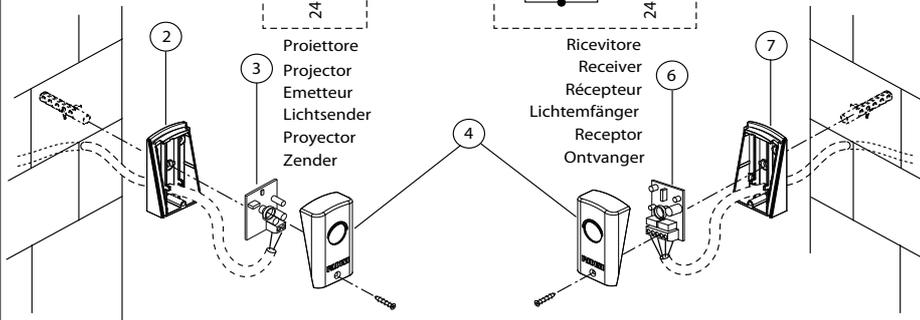
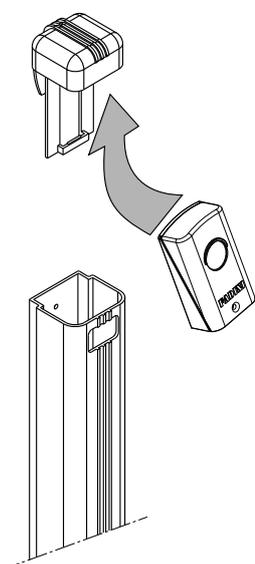
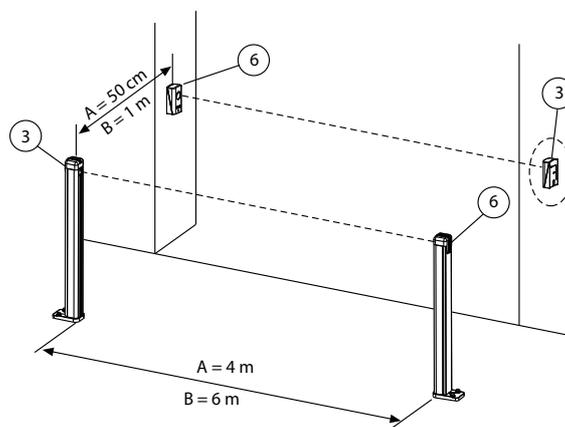

Fig. 2
Fig. 3
Fig. 4
La fotocellula **Trifo 11** è un dispositivo di sicurezza che consente l'arresto o l'inversione del movimento di un ingresso automatizzato quando viene interrotto il fascio di luce infrarossa emesso da un proiettore (3) e da un ricevitore (6). È presente nel ricevitore (6) un led rosso interno che si accende quando è interposto un ostacolo che interrompe il fascio di luce emesso, oppure nel caso le fotocellule non siano allineate tra loro. **Fissaggio a parete della trifo 11 (fig. 2):** si devono mettere a nudo i contenitori (2) e (7), poiché dietro le schede del ricevitore (6) e del proiettore (3) c'è il foro di fissaggio mediante tassello a muro, il quale funge anche da indicatore di allineamento per entrambi i componenti: come prima operazione svitare la vite di fissaggio (5) e togliere il coperchio (4), poi estrarre la scheda (3) allargando le due linguette laterali del fondo contenitore (2). **Fissaggio su colonnetta (fig. 3 e fig. 4):** le colonnette (8) in alluminio anodizzato sono fornite ad una altezza da terra prefissata, da installarsi tramite un cono di espansione (9) allo zoccolo di base (10) con la vite (11), quindi il tutto va ancorato a pavimento con i tasselli (12). L'estremità superiore della colonnetta (8) è munita di coperchio di custodia (1), all'interno del quale va agganciato il gruppo proiettore (3) o il gruppo ricevitore (6) (fig. 3), che verranno definitivamente fissati alla colonnetta (8) dalla vite (14). I cavi elettrici di alimentazione devono essere inseriti nei fori dei contenitori (2) e (7) prima del loro fissaggio. Per allineare il proiettore (3) e il ricevitore (6) bisogna fissarli alla stessa altezza uno di fronte all'altro ad una distanza di non oltre 6 metri. Per due coppie di fotocellule (fig. 4), una di fianco all'altra, è necessario installare a fianco del proiettore (3) di una coppia il ricevitore (6) dell'altra coppia: per distanze tra proiettore (3) e ricevitore (6) fino ai 4 metri l'altra coppia deve scostarsi di 50 cm; oltre i 4 metri lo scostamento tra le due coppie deve aumentare in proporzione (dagli 80 - 100 cm e oltre). (*) la distanza diminuisce in presenza di nebbia, pioggia o polveri.
La photocellule **Trifo 11** est un dispositif électronique de sécurité qui permet l'arrêt ou l'inversion du mouvement du portail automatique lorsque le faisceau de lumière, émis par un émetteur (3) et par un récepteur (6), est interrompu par un obstacle. Dans le récepteur (6), une led rouge interne s'allume lorsque le faisceau est interrompu ou dans le cas les photocellules ne sont pas bien alignées. **Fixation murale de la cellule Trifo 11 (Fig. 2):** il faut mettre à nu le boîtier (2) et (7), en retirant les cartes (6) et (3) car la fixation des boîtiers de l'émetteur et du récepteur se fait par un trou de fixation au moyen d'une cheville au mur qui sert d'indication pour l'alignement pour les deux composants; la première opération à faire est dévisser la vis de fixation (5) et enlever le couvercle (4), puis tirer la carte (3) en écartant les deux entailles dans le fond du boîtier (2). **Fixation sur potelet (Fig. 3 et 4):** les potelets (8) en aluminium anodisé sont fournis avec la même hauteur. Ils sont à installer au moyen d'un cône d'expansion (9) à la base (10) au moyen d'une vis (11), pour la fixation au sol avec des chevilles (12). L'extrémité supérieure du potelet (8) est fourni avec le couvercle (1) où à l'intérieur on va clipser l'émetteur (3) ou le récepteur (6) (Fig. 3) qui doivent être ensuite fixés au potelet (8) au moyen de la vis (14). Les câbles électriques doivent être introduits dans les trous des boîtiers (2) et (3) avant la fixation. Pour aligner l'émetteur (3) et le récepteur (6), il faut les fixer à la même hauteur, un en face à l'autre, à une distance de 6 mètres maximum. Si on installe deux paires de photocellules (fig. 4), une à côté de l'autre, il faut croiser les émetteurs (3) et les récepteurs (6). Pour une distance entre l'émetteur (3) et le récepteur (6) jusqu'à 4 mètres (A), l'autre paire doit s'éloigner de 50 cm (A); pour une distance supérieure à 4 mètres, les deux paires doivent s'éloigner en proportion (de 80 à 100 cm et plus). (* La distance diminue en présence de brouillard, pluie ou poussières.
Die Lichtschränke **Trifo 11** ist eine Sicherheitsvorrichtung, die das Halten oder die Umkehrung der Bewegung der automatisierten Zufahrt erlaubt, wird der infrarote Lichtstrahl, der von dem Lichtsender (3) zu einem Lichtempfänger (6) ausgesandt wird, unterbrochen. Im Lichtempfänger (6) befindet sich eine rote Innenlede, die aufleuchtet, wenn ein Hindernis den Lichtstrahl unterbricht oder wenn die Fotozellen nicht gut miteinander ausgerichtet sind. **Wandmontage der Trifo 11 (Abb. 2):** die Gehäuse (2) und (7) abmontieren, da die Befestigung der Fotozelle hinter der Empfänger- (6) und Sender-Platine (3) durch einen Wanddübel erfolgt, der auch als Ausrichtungsanzeiger für beide Komponenten dient. Zuerst die Befestigungsschraube (5) lösen und den Deckel (4) entfernen, danach die Platine (3) herausziehen, indem die seitlichen Klappen der Hinterseite (2) des Gehäuses ausgebreitet werden. **Montage auf der Säule (Abb. 3 und 4):** die Säulen (8) aus eloxiertem Aluminium werden nach bestimmten Höhen ausgeliefert und werden auf dem Grundsockel (10) durch einen Expansionskegel (9) mittels der Schraube (11) montiert, alles wird am Boden durch Dübel verankert (12). Die Spitze der Säule (8) ist mit einer Halter-Deckel (1) ausgestattet, woran der Lichtsender (3) oder der Lichtempfänger (6) (Abb. 3) gehängt werden; alles wird mittels der Schraube (14) an der Säule (8) befestigt. Vor der Befestigung müssen die elektrischen Kabel in die Löcher der Gehäuse (2) und (7) eingesetzt werden. Zur Ausrichtung des Lichtsenders (3) und des Lichtempfängers (6) müssen sie auf gleicher Höhe gegenüberliegen, in einem Abstand von höchstens 6 Meter montiert werden. Wenn zwei Lichtschränkepaare montiert werden (Abb. 4), muss der Lichtsender (3) eines Paares neben dem Lichtempfänger (6) des anderen Paares installiert werden: wenn der Abstand zwischen Lichtsender (3) und Lichtempfänger (6) 4 Meter ist (A), muss das andere Lichtschränkepaar 50 cm entfernt installiert werden (A); über 4 Meter muss der Abstand zwischen den zwei Paaren verhältnismässig steigern (80-100 cm und mehr). (* Die Reichweite verringert bei Nebel, Regen und Pulver.
La fotocélula **Trifo 11** es un dispositivo de seguridad que permite parar o invertir el movimiento de un paso automatizado en cuanto se corte un haz de luz infrarroja emitido por un proyector (3) y recibido por un receptor (6). En el receptor (6) hay un led rojo a su interior, que se enciende cuando hay un obstáculo interpuesto que corta el haz de luz emitido, o bien cuando las fotocélulas no estén alineadas entre sí. **Sujeción empotrada del aparato trifo 11 (Fig. 2):** hay que poner en descubierto la caja (2) y (7), porque detrás de las fichas del receptor (6) y del proyector (3) se encuentra el agujero de sujeción por medio de un taco empotrado, que sirve también de indicador de alineación de ambos componentes: como primera operación, desatornillar el tornillo sujetador (5) y quitar la tapa (4), a continuación sacar la ficha (3), ensanchando ambas lengüetas laterales del fondo de la caja (2). **Sujeción en una columnita (fig. 3 y fig. 4):** se suministran las columnitas (8) en aluminio anodizado con una altura desde el suelo preestablecida, y hay que instalarlas por medio de un cono de expansión (9) en la base (11) por medio del tornillo (12), a continuación hay que anclar todo en el pavimento por medio de los tacos (13). El extremo superior de la columnita (8) está provisto de una tapa protectora (1), al interior de la cual hay que enganchar el grupo proyector (3) o el grupo receptor (6) (fig. 3), que se van a sujetar definitivamente en la columnita (8) por el tornillo (14). Hay que colocar los cables eléctricos de suministro en los agujeros de las cajas (2) y (7) antes de sujetarlas. Par alinear entre sí el proyector (3) y el receptor (6), hay que sujetarlos a la misma altura el uno delante del otro a una distancia que no sobrepase los 6 metros. Para dos pares de fotocélulas (fig. 4), el uno al lado del otro, hay que instalar al lado del proyector (3) de un par, el receptor (6) de otro par; en caso de que la distancia entre el proyector (3) y el receptor (6) no sobrepase los 4 metros (a), el otro par tiene que encontrarse a 50 cm de distancia (a); en caso de distancia mayor de 4 metros, tendrá que aumentar proporcionalmente la distancia entre ambos pares (alcanzando los 80-100 cm y más). (* la distancia disminuye en presencia de niebla, lluvia o polvos.